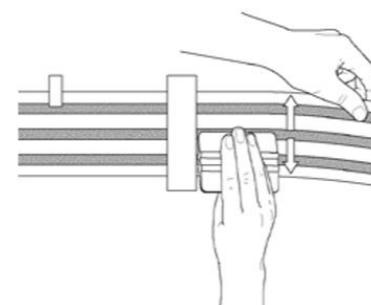

Figura 15
- Usare il metodo con la cerniera centrale, pagina 7. Fare una cerniera perpendicolare lungo la fascia. Vedere figura 15.